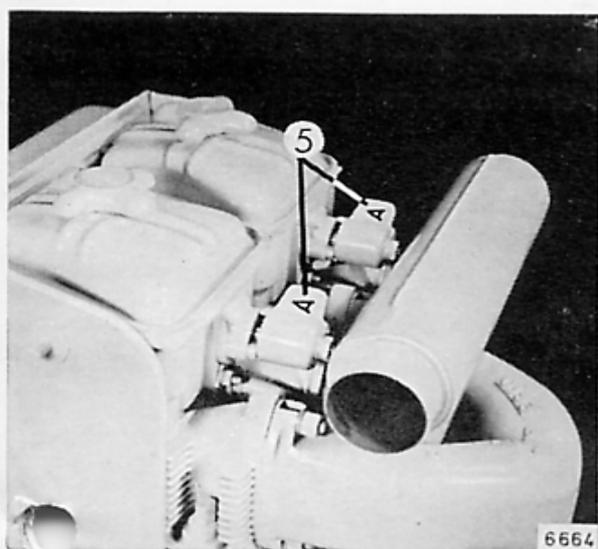

Fig. 12
4. Amenez le levier de décompression (5) – Figure 12 – en position de démarrage «A». Étant décomprimé le moteur peut être facilement viré.
7. Observez la position de l'aiguille du manomètre de pression d'huile (7), elle doit se maintenir dans le champ vert du cadran.